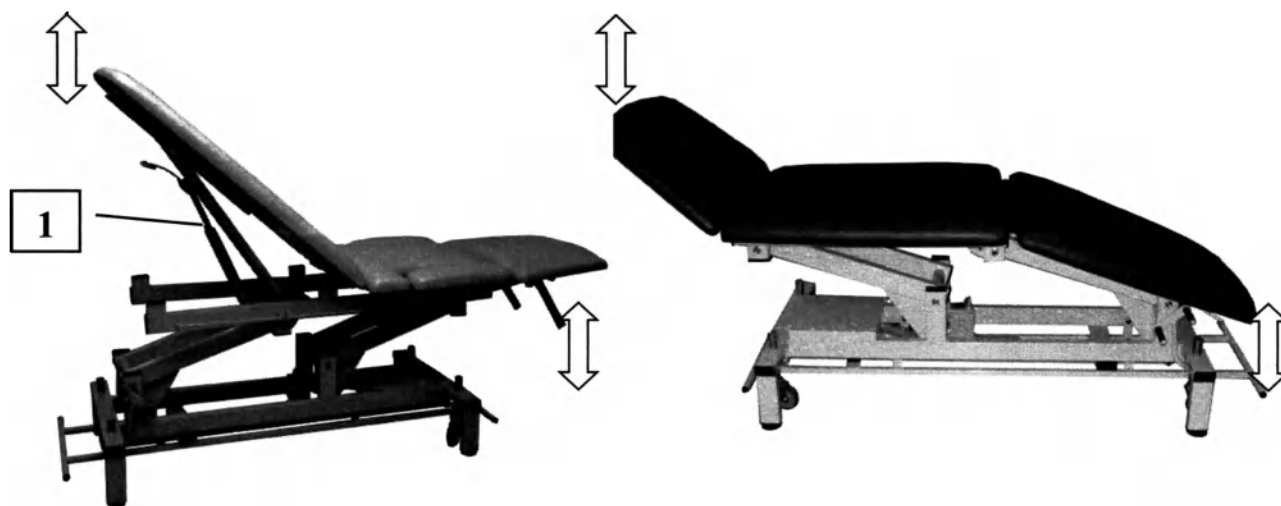

Рисунок 3 – Изменение положения передней и задней секций (как пример изображены столы модификации «СМТ-«Кинезо-Эксперт»-3 и «СМТ-«Кинезо-Эксперт»-7/2М).
5.4 Ложе стола дает возможность занятия удобной позиции пациента для проведения лечебного сеанса, с регулировкой угла подъема и опускания передней и задней секции с помощью газовых амортизаторов (рисунок 3 поз. 1) (в столах модификации «СМТ-«Кинезо-Эксперт»-2 регулируется только передняя секция).